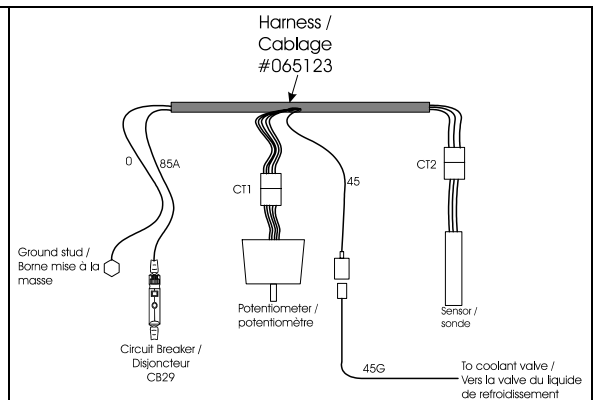

FIGURE 5 : SCHÉMA DE L'INSTALLATION AVEC POTENTIOMÈTRE 22207
1. Localiser sous le tableau de bord, la sonde fonctionnant avec le système à potentiomètre. Débrancher le connecteur CT2 et retirer la sonde. Voir la figure 5 pour un schéma du système.